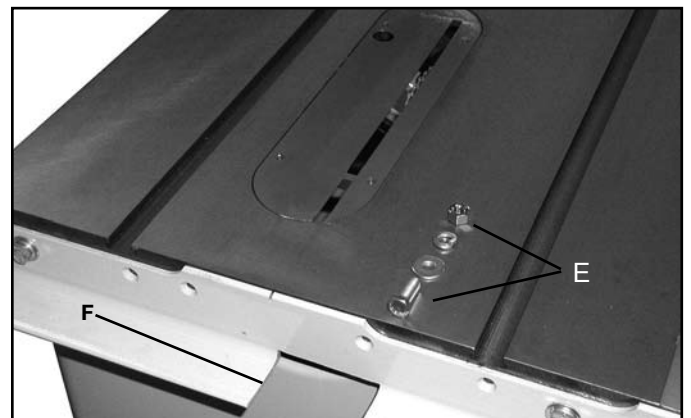

FIG. 9
POUR LES SCIES D'ENTREPRENEUR ET HYBRIDE DE DELTA: Fixer la barre de guidage à la table de scie au moyen des deux vis à tête hexagonale de 3/8-24 x 1 1/4 po (9,5-24 x 32 mm), les rondelles de blocage, les rondelles plates et les écrous hexagonaux (E), fournies, fig. 9. Les rondelles de blocage, rondelles plates et écrous hexagonaux reposent sur le bord interne de la table de scie.
- Après la fixation de la barre de guidage arrière à la table de scie, l'incliner pour s'assurer qu'il n'y a aucune obstruction entre le protège-lame, le couteau séparateur et la barre de guidage arrière. Si tel est le cas, il sera nécessaire d'agrandir l'entaille (F), fig. 9, de la barre de guidage arrière.